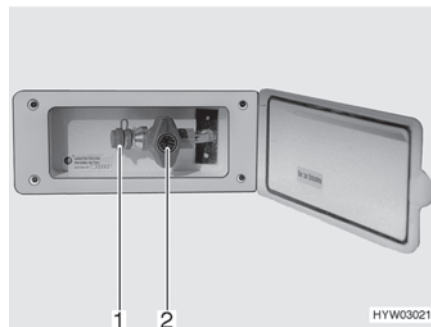

Fig. 109 Presa gas esterna (rubinetto di arresto del gas chiuso)
La presa gas esterna (Fig. 109) si trova, a seconda del modello, nella parte posteriore o sul lato destro o sinistro del veicolo.
- Collegare l'apparecchio a gas esterno all'attacco (Fig. 109,1).
- Aprire il rubinetto di arresto del gas (Fig. 109,2).